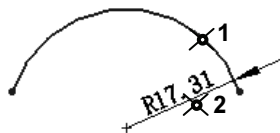

图 2.9.8 半径的标注
Step 3 单击位置 1 选择圆上一点，然后单击位置 2 放置尺寸，如图 2.9.8 所示。